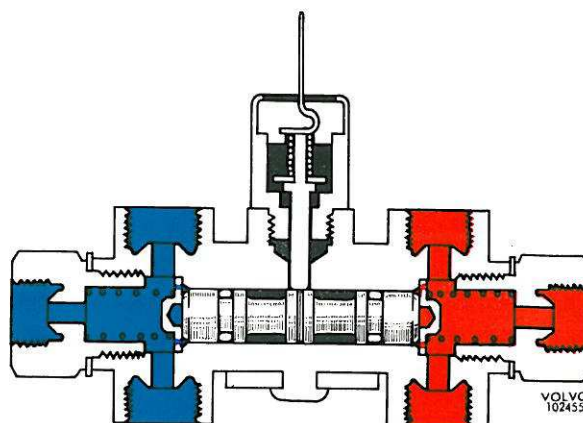
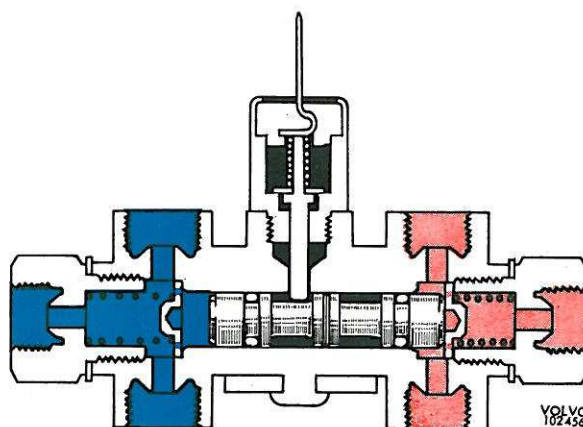

Figure 41. Position normale
Figure 42. Position d'avertissement
Lors d'un freinage, si les deux circuits sont intacts, la pression hydraulique est en général la même sur les deux côtés (figure 41). Si, par exemple, la pression dans le circuit secondaire est un peu supérieure, elle aura tendance à pousser les pistons vers la droite. Alors, la rondelle de butée (11) se soulève et la pression du ressort (9) s'oppose à ce déplacement. C'est seulement à partir du moment où la pression dans le circuit secondaire dépasse celle du circuit primaire d'environ 10 kg/cm^2 que les pistons sont repoussés si loin vers la droite que la goupille de guidage (4) arrive à descendre dans le creux du piston de gauche. La rondelle de contact (2) est mise en contact avec le boîtier (3) et le circuit est fermé (figure 42). La goupille de guidage empêche le retour des pistons en position normale. Ceci peut se faire seulement après le démontage du boîtier de contact (3).
Lorsqu'on relâche la pédale, la pression dans le cylindre (6) diminue. Le piston (21) est repoussé vers la droite, dans la direction du ressort (10). Lorsque la pression à droite de la soupape (4) est descendue jusqu'au point où la pression hydraulique à gauche de cette soupape arrive à ouvrir cette dernière, la communication est rétablie entre les deux cylindres (3 et 6). Au fur et à mesure de l'abaissement de la pression, le ressort (10) repousse le piston vers la gauche jusqu'à la position de départ dans laquelle la soupape est maintenue ouverte, voir figure 41. La soupape (17) est munie de canaux d'étranglement qui permettent de régulariser le passage des courants d'huile.